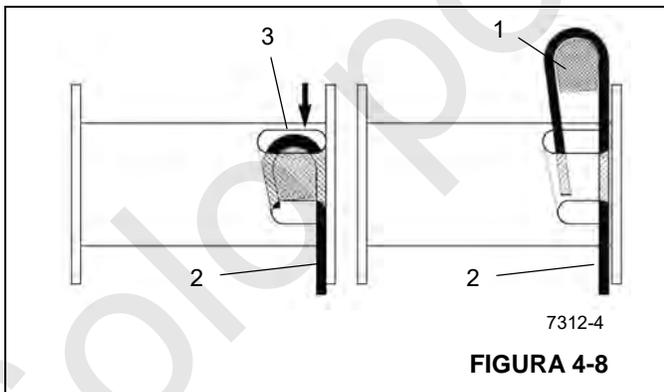

FIGURA 4-8
3. Inserte el cable a través de la ranura y colóquelo alrededor de la cuña de anclaje (1, Figura 4-8).